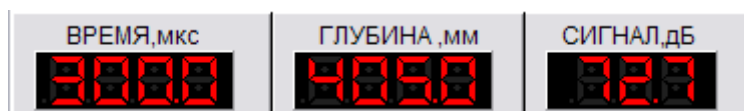

Рисунок 29
- Результаты измерений - приведены результаты измерения параметров сигнала под измерительным курсором, который можно перемещать по А-скану удерживая на нем левую кнопку мыши (рисунок 29).